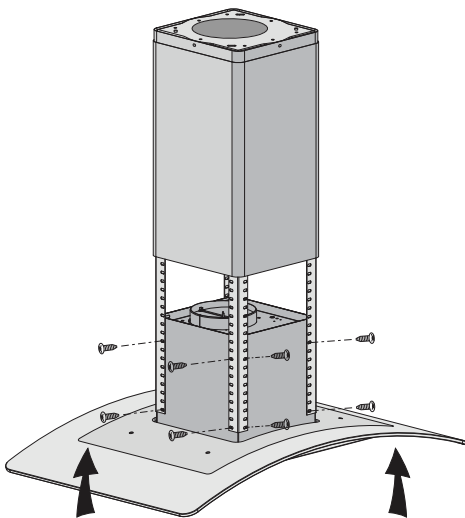

Figure 8
- Utilisez des vis de montage M4 × 10 mm de 16 pièces pour fixer la hotte dans les coins de fer. Voir figure 8.